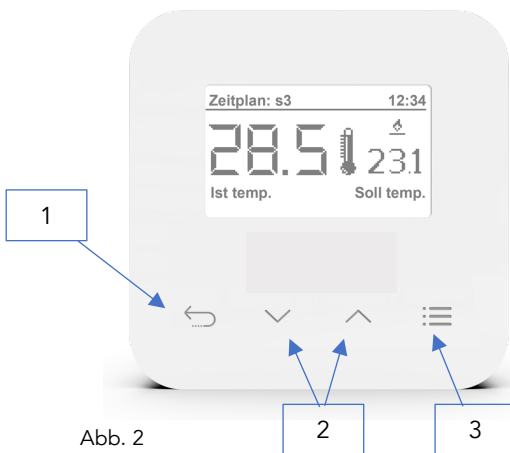

Abb. 2
1. Taste „Exit“ – Aus der Position des Startbildschirms mit den Temperaturanzeigen (Siehe Abb.2) führt das Betätigen dieser Taste zur Anzeige eines Menüs der Betriebsmodi. Der Benutzer hat die Möglichkeit der Auswahl aus 5 verschiedenen Zeitplänen, der Einstellung einer konstanten Temperatur, sowie einer zeitbegrenzten Temperatureinstellung. Weiters dient diese Taste zum Verlassen eines Untermenüs (Exit – Ausgang) und führt wieder zurück zum Startbildschirm.
Wenn Sie auf die Taste „Menü“ (Taste 4 Abb.2) drücken, bekommen Sie Zugang zu weiteren Einstellungsmöglichkeiten des ES-700.